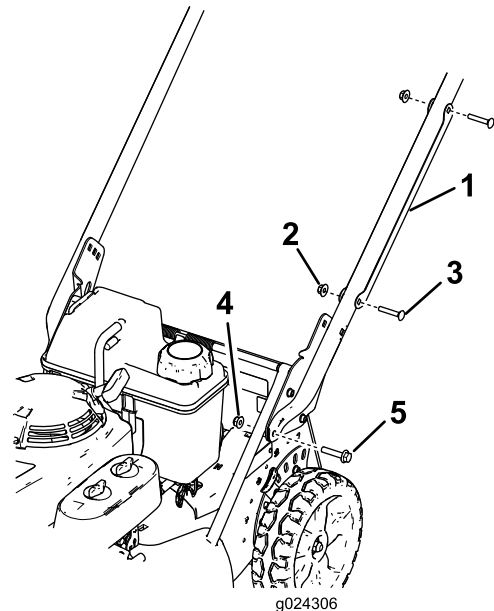

Figura 3
1. Retire los 2 pernos de cuello cuadrado y las 2 arandelas que sujetan el protector de cable al manillar, y retire el protector de cable del manillar (Figura 3)
arandela prensada (5/16"), según se muestra en Figura 3.
1. Perno de cuello cuadrado – 5/16" x 1 1/2" (2)
2. Soporte del manillar (2)
3. Tuerca con arandela prensada – 5/16" (2)
7. Posicione el protector de cable en el manillar **con el/los cable(s) dentro del protector**, y sujete el protector al manillar con los 2 pernos de cuello cuadrado y las 2 contratuercas que retiró anteriormente (Figura 3).